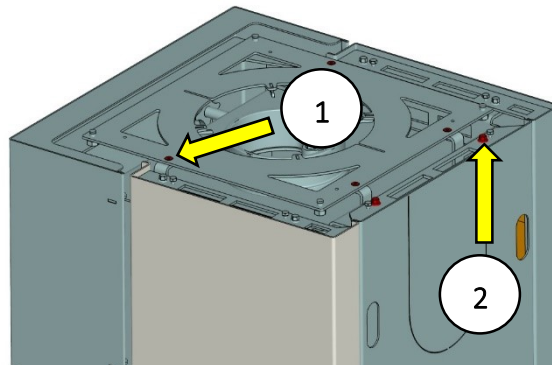

Abb. 17: Rückwand und Abdeckung entfernen
2. Die beiden Schrauben an der Rückwand (Abb. 17 Pos.2) heraus-schrauben, Rückwand anheben und nach oben entnehmen. Die obere Abdeckung abnehmen, dazu die 4 Schrauben herausdrehen (Abb. 17 Pos.1).
4. Den Blinddeckel mit dem Rauchrohrstutzen tauschen und beides wieder verschrauben, obere Abdeckung (Abb. 17 Pos.1) wieder montieren.